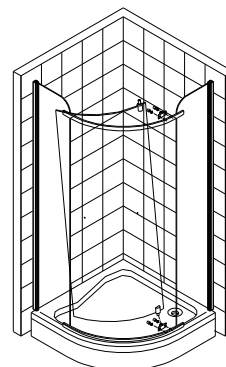

Fig. 5
- 8) Introduceti usa in piesa de rotire inferioara si uniti piesa de rotire superioara cu profilul superior de unire a usilor. (Fig.5)